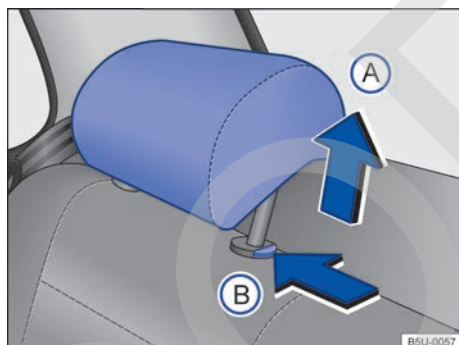

Fig. 38 Desmonte el apoyacabezas trasero.
- Pulse la tecla → fig. 38 (B) en el sentido de la flecha. Retire el apoyacabezas mientras presiona la tecla.
- Empuje el apoyacabezas hacia abajo con la tecla → fig. 38 (B) presionada.